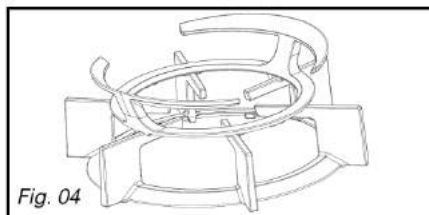

Fig. 04
• **Réglez les ralentis des robinets** : ceux-ci sont situés sous les manettes (Fig. 04).
— Seules les tables de cuisson avec le brûleur "forte puissance" sont équipées d'une grille support spécifique type "wok". Cette grille permet d'utiliser les récipients à fond concave. Associée au brûleur "forte puissance", elle favorise la meilleure répartition des flammes autour des grands récipients tels que les woks (Fig. 04).